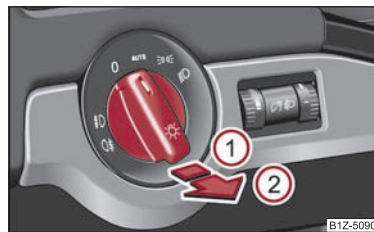

Fig. 39 Tabloul de bord: Întrerupătorul de lumină
- Rotiți întrerupătorul în poziția ☀ sau  ⇒ fig. 39.
- Trageți întrerupătorul în poziția ①.
- Rotiți întrerupătorul în poziția  sau  ⇒ pagina 53, fig. 39.